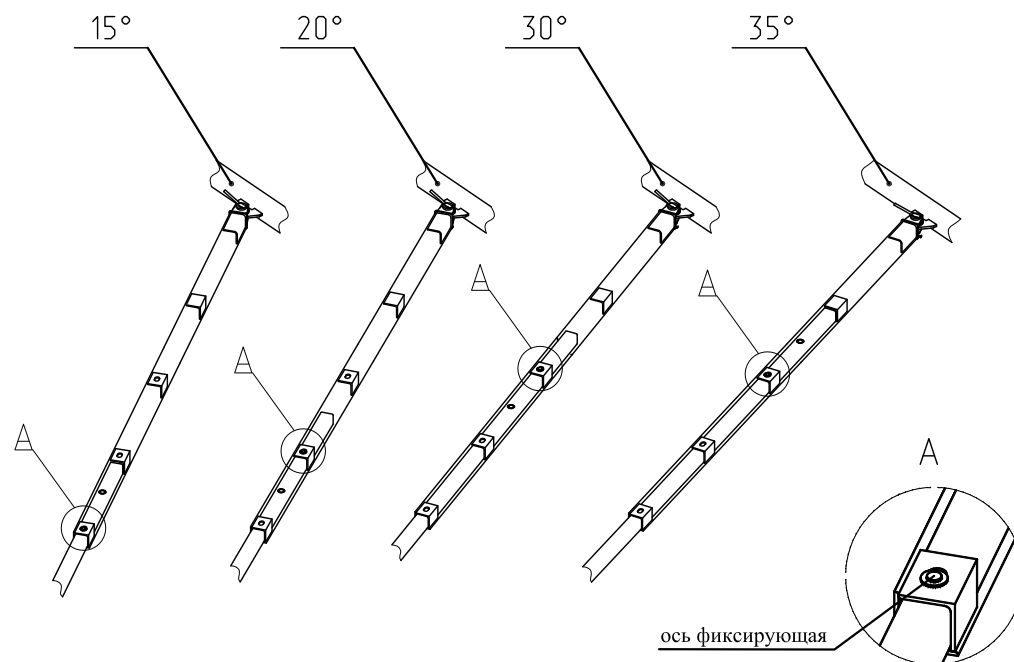

Рис.21 Схема сборки луцильника.
- при перестановке луцильника на углы атаки необходимо снять фиксирующие оси на растяжках, выбрать необходимый угол атаки, подать луцильник вперед или наза, в зависимости от угла атаки с помощью помощника совместить необходимые отверстия на тягах растяжек (см. Рис. 21);